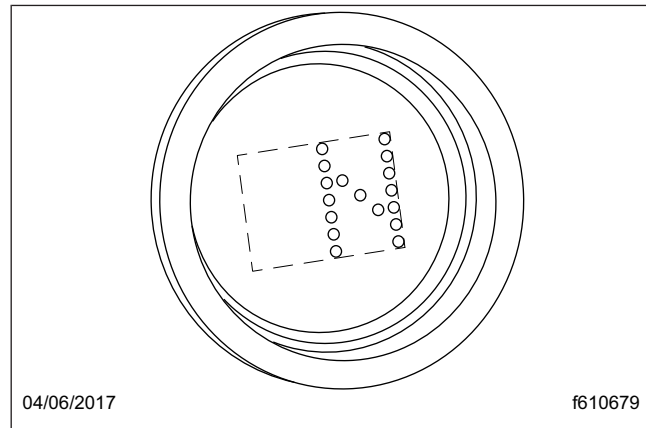

Figura 8.19, Visualización de neutro
Neutro (N) está en el centro del interruptor de selección de tres posiciones ubicado en el extremo de la palanca de control Smart Shift. Siempre arranque el motor en neutro. Para seleccionar neutro, mueva el interruptor selector a la posición central. Cuando se selecciona neutro, la letra "N" aparece en el indicador de la marcha. Vea la **Figura 8.19**.
aparece en el indicador de la marcha. Vea la **Figura 8.19**.